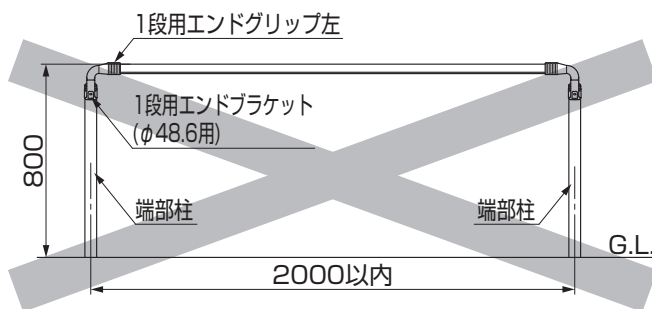

図11-3
- 端部柱～端部柱となる設計、施工は行なわないでください。(図11-3参照)